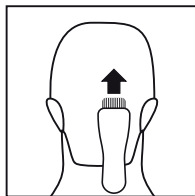

Figura 7
- Mudar para o pente que produz cortes mais longos e cortar os cabelos da parte de trás da cabeça (Figura 7).